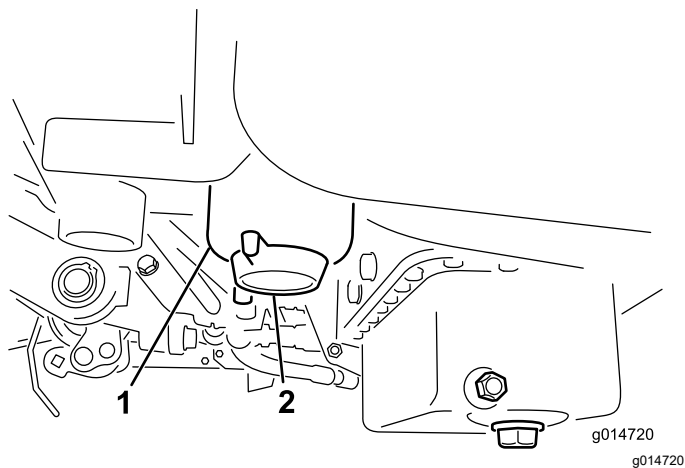

図 35
2. フィルタ容器(図 35)の周辺をウェスできれいにぬぐう。
4. フィルタのドレンプラグを開く(図 35)。